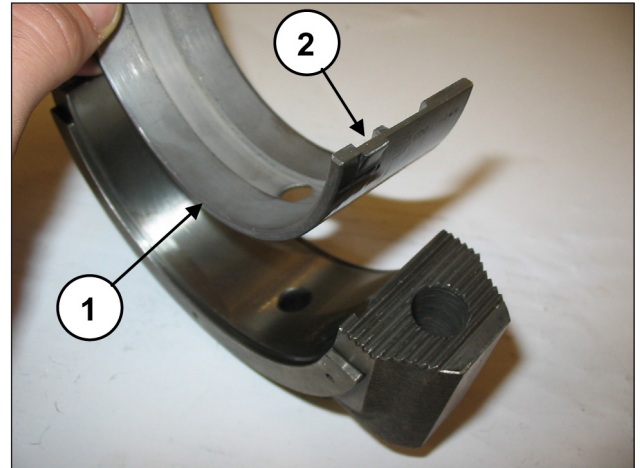

Fig. 83
Assembler les demi-coussinets inférieurs aux chapeaux (rep. ①, Fig. 83) en s'assurant que la languette de repère des demi-coussinets se trouve dans son logement sur le chapeau (rep. ②, Fig. 83).